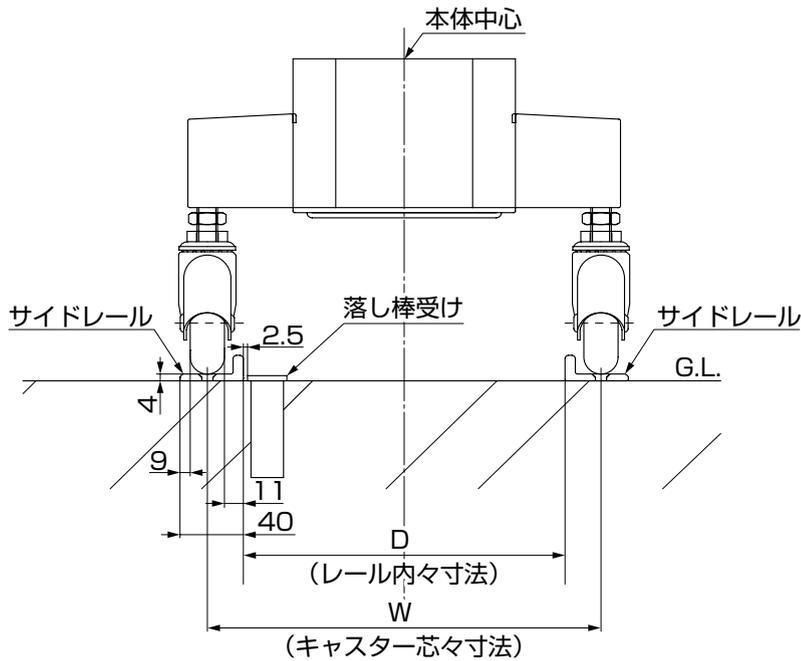

図8-13
③落とし棒受けは本体設置後、本体落とし棒の位置に合わせて地盤に指定の孔加工をしてください。(図8-13参照)